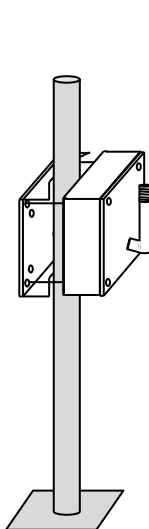

Figura 6
4. Inserire i cavi nella base e nel coperchio del MICRO BOX, nella staffa principale e chiudere utilizzando le quattro viti in dotazione (figura 6).